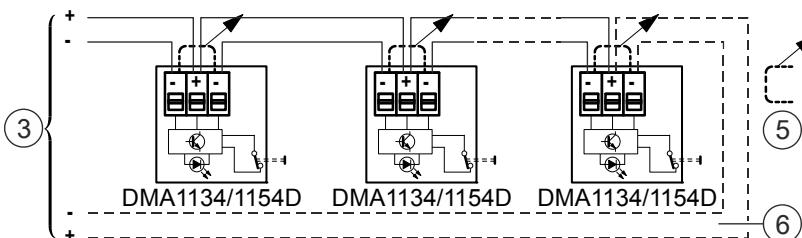

Fig. 5
2. Remove the minus – minus bridge (AnalogPLUS, SynoLOOP, interactive, only necessary for line test) (Fig. 5 [5]).
– See Fig. 5.
2. Brücke Minus – Minus entfernen (AnalogPLUS, SynoLOOP, interaktiv, nur zum Prüfen der Leitung nötig) (Fig. 5 [5]).
– Siehe Fig. 5.
2. Retirer le pont moins – moins (AnalogPLUS, SynoLOOP, interactif, requis seulement pour le contrôle de la ligne) (fig. 5 [5]).